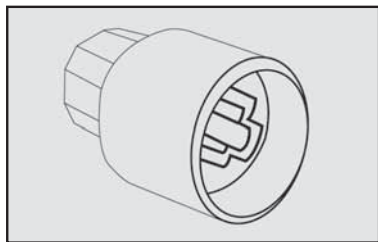

fig. 7
1) Retirar da bolsa de ferramentas a chave soquete **fig. 7**, que destrava o mecanismo antifurto da roda sobressalente.